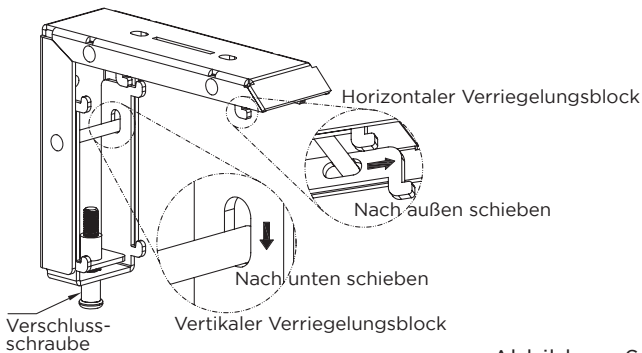

Abbildung 6
3. Lösen Sie vor der Installation die Verschlusschraube gegen den Uhrzeigersinn, um den vertikalen Verriegelungshaken zu lösen, und schieben Sie ihn nach unten in Richtung der Kante des länglichen Schlitzes. Schieben Sie dann den horizontalen Verriegelungshaken nach außen zur Außenkante. (Abb. 6 und 7)